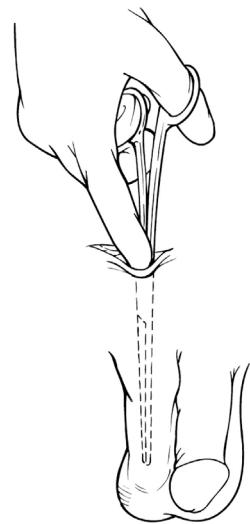

Figura 4-10. Cree una bolsa
18. Realice una disección roma para crear una bolsa subdartos dependiente en el escroto. (**Figura 4-10**)